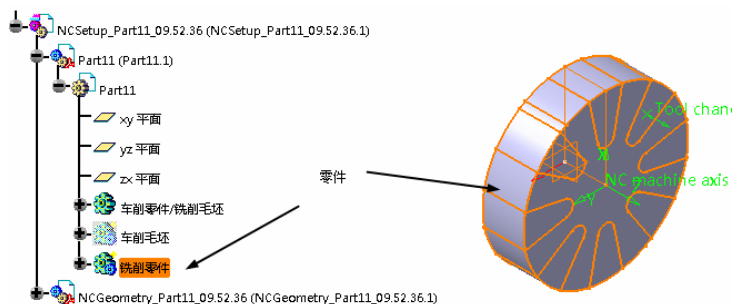

图 7-45 定义目标加工零件(2)
5) 定义目标加工零件(2)。单击 Design part for simulation 按钮, 系统自动隐藏“Part Operation”对话框, 在图形区选择如图 7-45 所示的实体模型作为目标加工零件, 然后双击空白处返回“Part Operation”对话框。